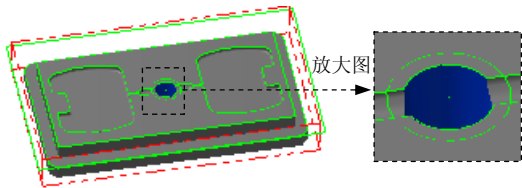
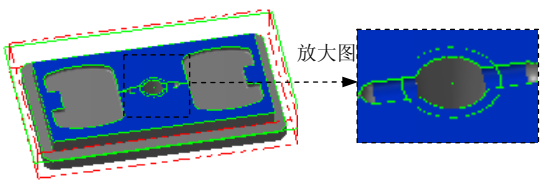

图 20.28 选取加工面
图 20.29 选取干涉面
Step3. 选取加工面及干涉面。在图形区中选取图 20.28 所示的曲面，然后按 Enter 键，在弹出的“刀具路径的曲面选取”对话框中的**干涉面**区域单击，选取图 20.29 所示的曲面，然后按 Enter 键。